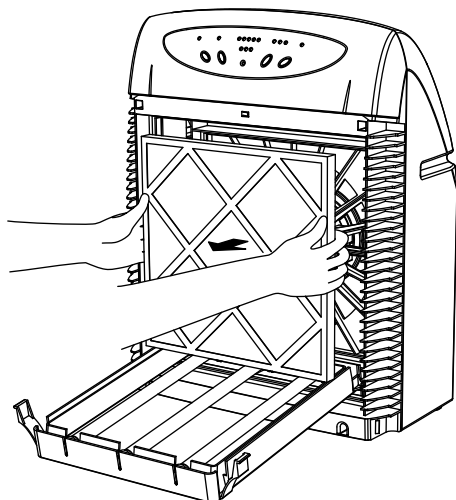

Рис. 16
8. Извлеките выходной фильтр (рис.16).